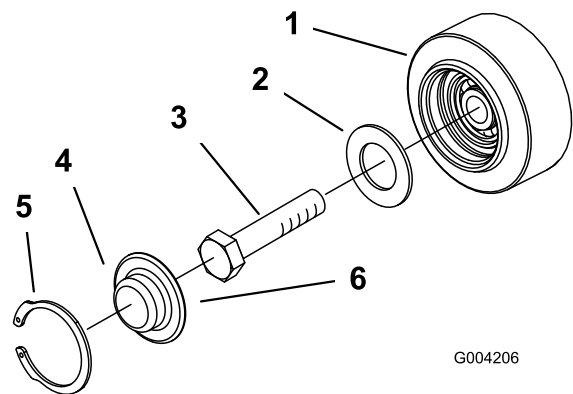

Bild 51
3. Nehmen Sie den Sprengring und die Kappe vom Straßenrad ab (Bild 51).
4. Prüfen Sie das Schmiermittel unter der Kappe und um die Dichtung (Bild 51). Wenn es schmutzig, körnig oder verbraucht ist, entfernen Sie das gesamte Schmiermittel, wechseln Sie die Dichtung aus und fügen Sie neues Schmiermittel hinzu.